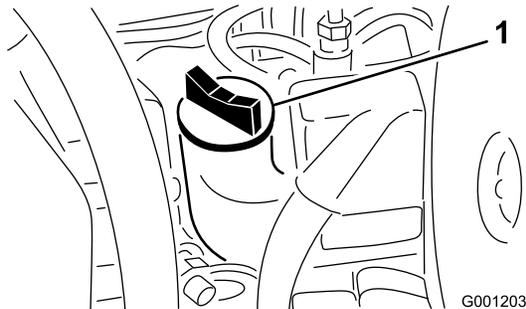

図 23
3. 不足している場合は、キャップ (図 23) を取り、Full 位置までオイルを補給する。入れすぎないこと。